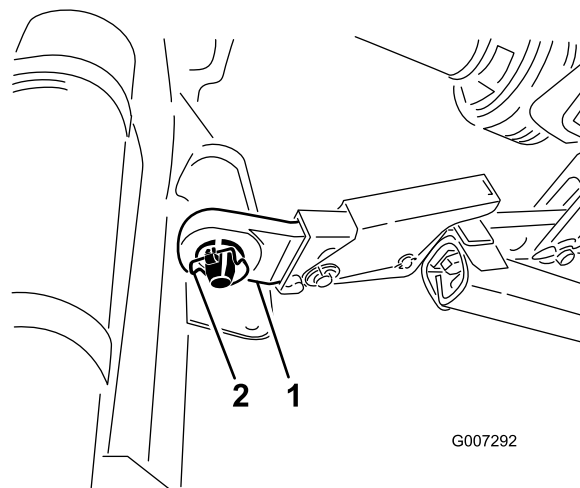

Figure 4
5. Insérez les bras de liaison inférieurs droit et gauche sur les goupilles d'attelage (Figure 4).
6. Fixez les bras de liaison inférieurs aux goupilles d'attelage avec des goupilles à anneau (Figure 4).